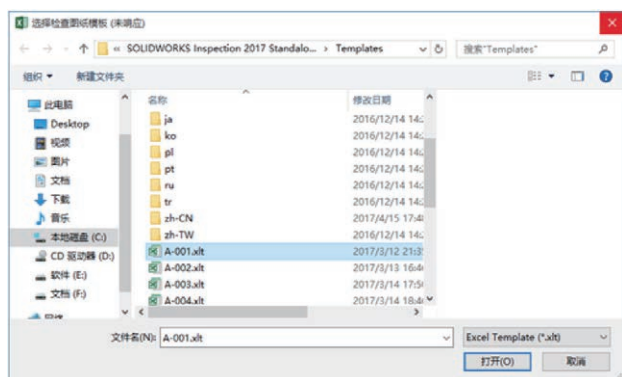

图 3 选择模板
(2) 在弹出文件选择框，请选择需要处理的报表模板，双击或者点击右下角的打开按钮，如图 3 所示。